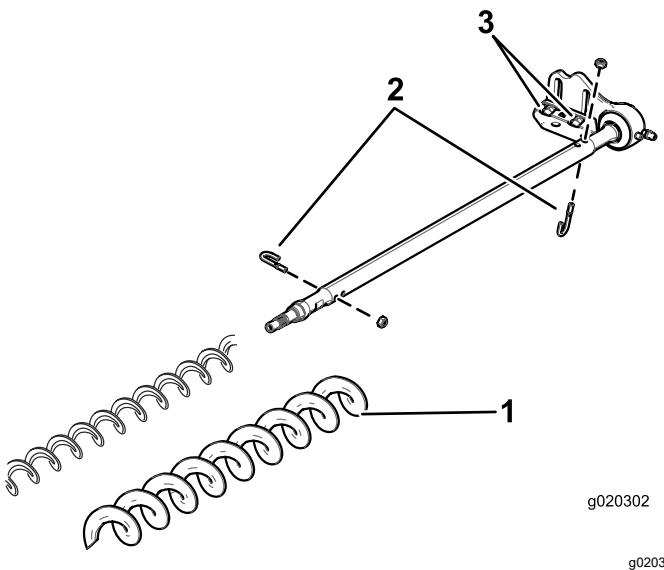

Figura 20
3. Retire los 2 pernos y tuercas (Figura 20).
4. Retire el cepillo existente del eje del cepillo (Figura 20).
5. Afloje los 2 pernos, arandelas y tuercas que sujetan el alojamiento del cojinete del motor al soporte de montaje del alojamiento del cojinete (Figura 20).
6. Deslice el cepillo de altura de corte alta sobre el eje del cepillo (Figura 20).
7. Sujete el cepillo en el eje con los 2 pernos en J y tuercas que se retiraron anteriormente (Figura 20).